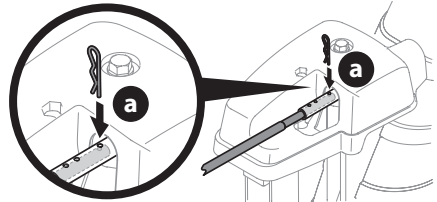

Figura 72
1. Retire el pasador de chaveta (a) de cualquiera de los orificios más alejados del conjunto del canal sobre el cabezal de control del canal (Figura 72).
2. Empuje la varilla de control del canal hasta que el orificio de la misma quede alineado con el tercer orificio del cabezal de control del canal (Figura 72).
3. Vuelva a insertar el pasador de chaveta (a) a través de este orificio y la varilla de control del canal (Figura 72).